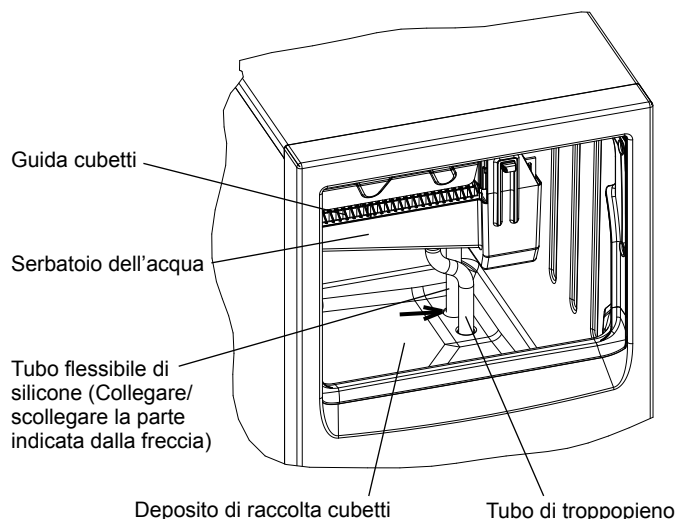

Fig. 5
- Scollegare il tubo flessibile di silicone per lo scarico dell'acqua dal serbatoio dell'acqua. Ricollegare il tubo flessibile di silicone nella posizione corretta dopo aver scaricato tutta l'acqua. Vedere Fig. 5.